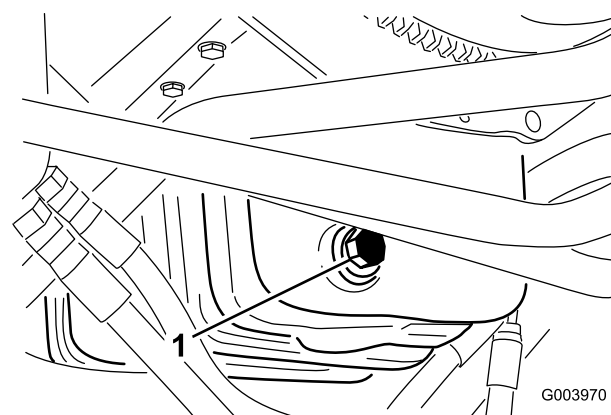

図 60
1. ドレン・プラグ (図 60) を外してオイルを容器に受ける。